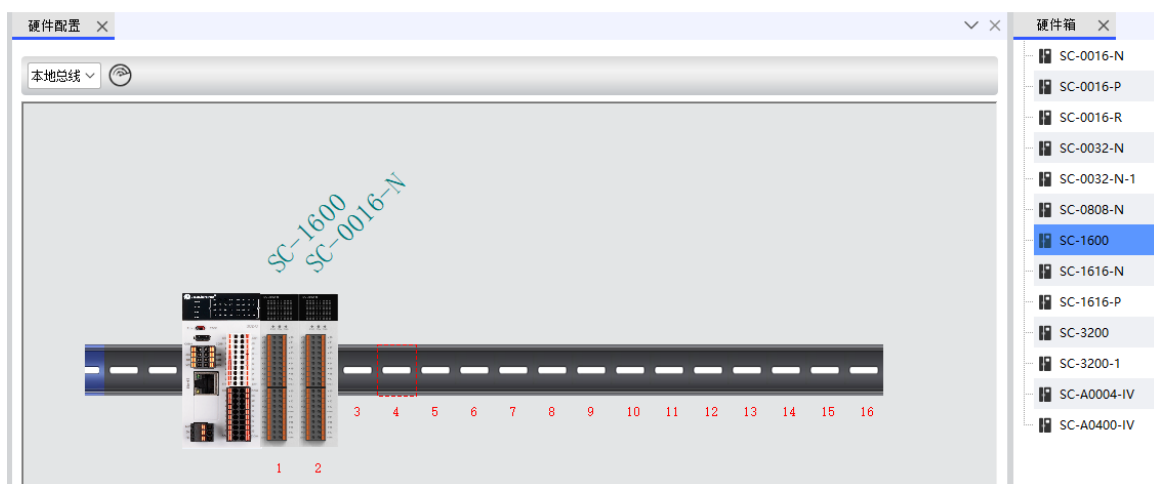

图 6.2 PLC 本体添加扩展模块
- ① 在设备树栏中，鼠标左键双击“硬件配置”进入 PLC 本体模块配置界面；
- ② 在页面右侧硬件箱中，鼠标双击所需模块或单击后将模块拖动到配置页面即可完成本体模块增添，如图 6.2 所示；
- ③ 可在配置页面表可见已经选择增加的模块，如图 6.2 所示；